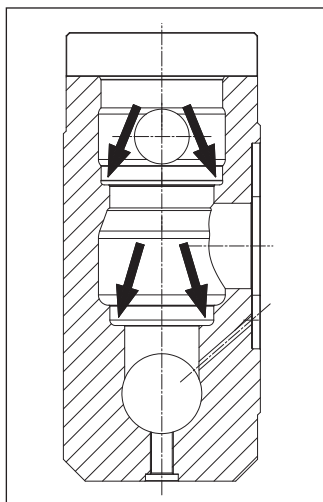

Abb. 175
**Vor dem Wiedereinbau der Ventilgruppen reinigen und trocknen Sie gründlich ihre Sitze im Kopf, siehe Pfeile (Abb. 175).**